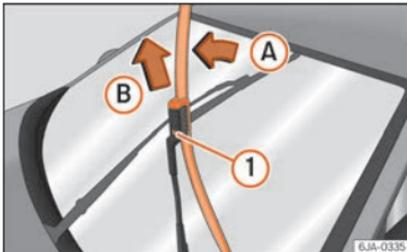

Abb. 70 Wischerblätter für die Frontscheibe
- Klappen Sie den Scheibenwischerarm von der Scheibe ab, wobei Sie das Wischerblatt leicht in Richtung des Arms bewegen – Pfeil A » » » Abb. 70.
- Entriegeln Sie mit der anderen Hand die Sicherung ① und ziehen Sie das Wischerblatt in Pfeilrichtung B ab.